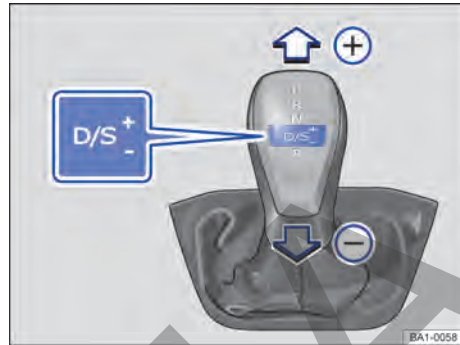

Fig. 101 Palanca selectora en la posición Tiptronic.
- Mover la palanca selectora hacia adelante (+) o para atrás (-), para aumentar o disminuir la marcha → fig. 101. ▶